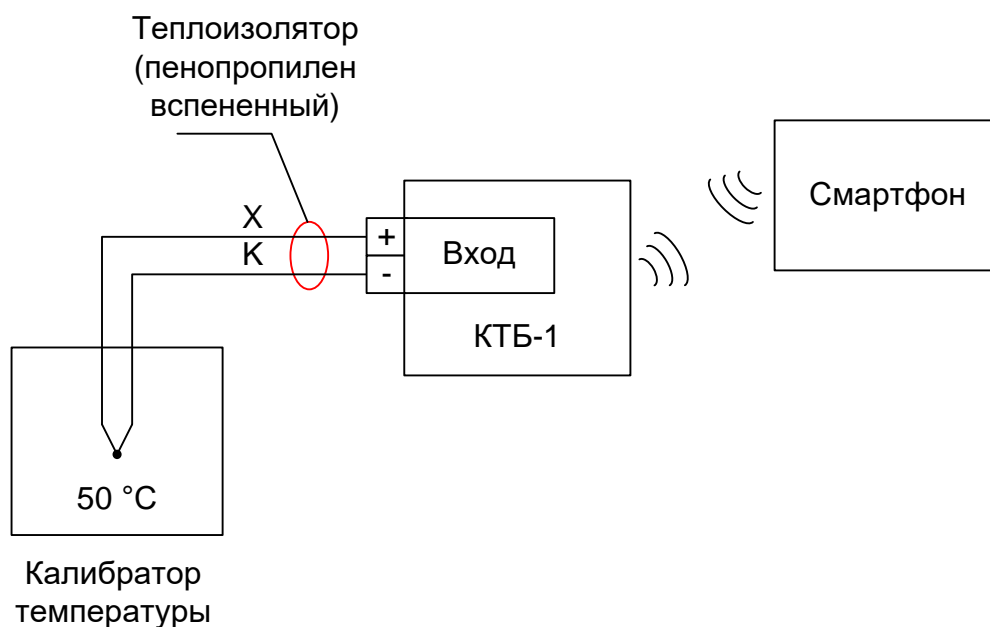
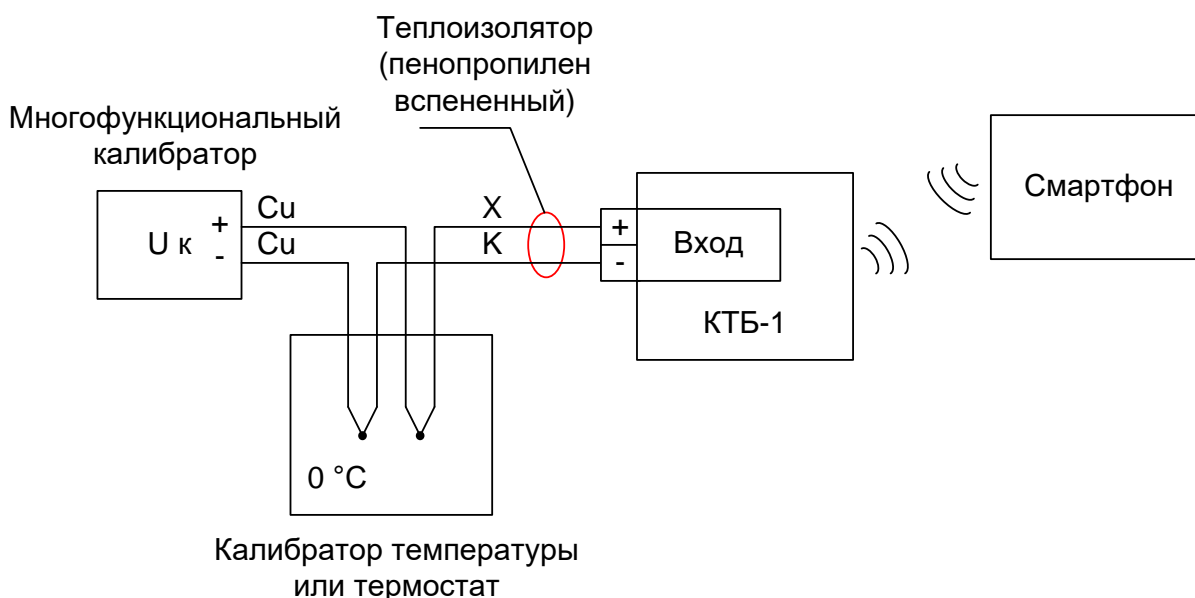

Рисунок 17 – Поверка КТБ-1 с использованием калибратора температуры
Рисунок 18 – Поверка КТБ-1 с использованием термостата и калибратора напряжений
логических характеристик прибора при непосредственном подключении термопары и использовании калибратора температуры (рис. 17) или с использованием компенсационных проводов с рабочей НСХ ХК (L), термостата нулевого ( $0\text{ }^{\circ}\text{C}$ ) и калибратора напряжения (рис. 18).